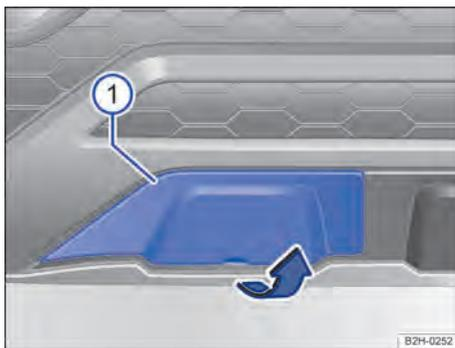

Fig. 167 No para-choque dianteiro à direita: cobertura, variante 1.
1. Segurar no rebaixo da cobertura e remover a cobertura no sentido da seta → Fig. 167 ①.